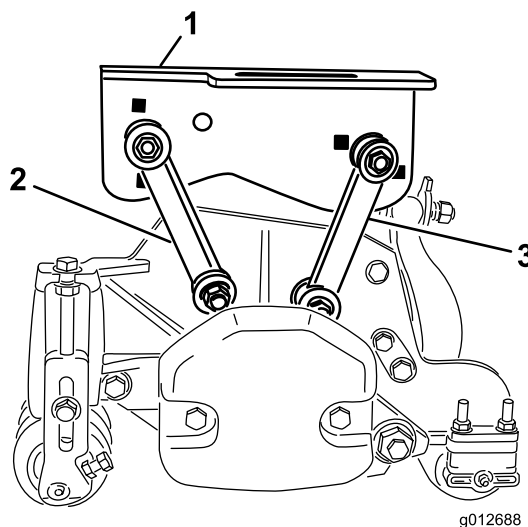

Figure 17
- Fixez les biellettes de montage avant dans les trous du bâti porteur central au moyen d'un boulon ($\frac{3}{8}$ x $2\frac{1}{4}$ po), de 2 rondelles plates et d'un contre-écrou, comme montré à la Figure 17. Placez une rondelle de chaque côté de la biellette lors du montage. Serrez les fixations à 42 N m.
- Fixez les biellettes de montage arrière dans les trous du bâti porteur central au moyen d'un boulon ($\frac{3}{8}$ x $2\frac{1}{4}$ po), de 2 rondelles plates et d'un contre-écrou, comme montré à la Figure 17. Placez une rondelle de chaque côté de la biellette lors du montage. Serrez les fixations à 42 N m.